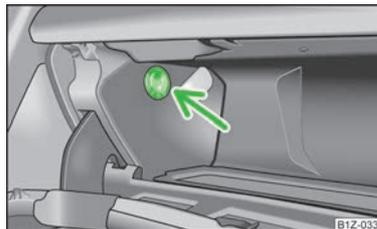

Fig. 69
- La entrada de aire se abre o se cierra con el conmutador giratorio » fig. 69.